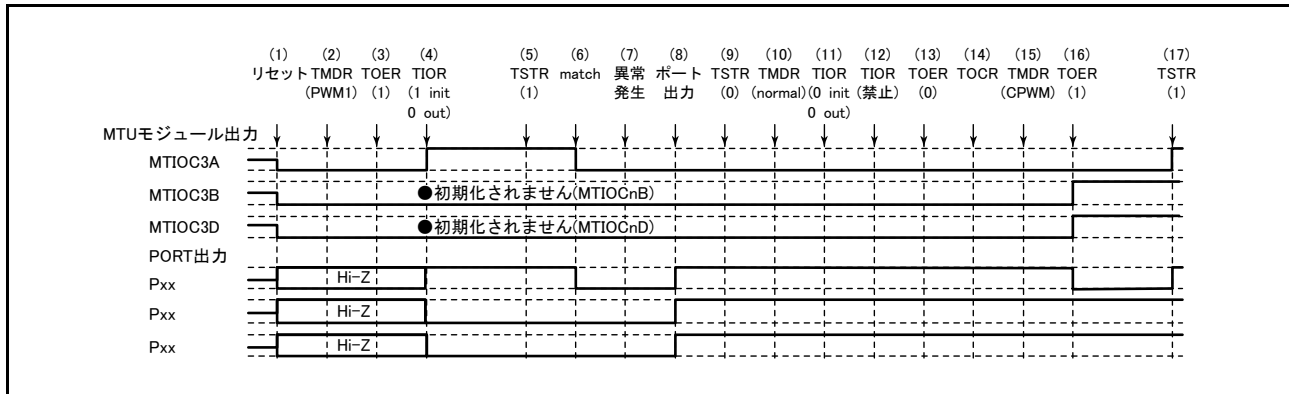

図 16.153 PWM モード 1 で異常が発生し、相補 PWM モードで復帰する場合
PWM モード 1 で異常が発生し、再設定後相補 PWM モードで再スタートする場合の説明図を図 16.153 に示します。
(1) ~ (13) は図 16.153 と共通です。
(14) TOCR1A、TOCR2A レジスタでリセット同期 PWM の出力レベルと周期出力の許可禁止を選択してください。
(15) リセット同期 PWM を設定します。
(16) TOERA レジスタで MTU3、4 の出力を許可してください。
(17) TSTRA レジスタで再スタートします。